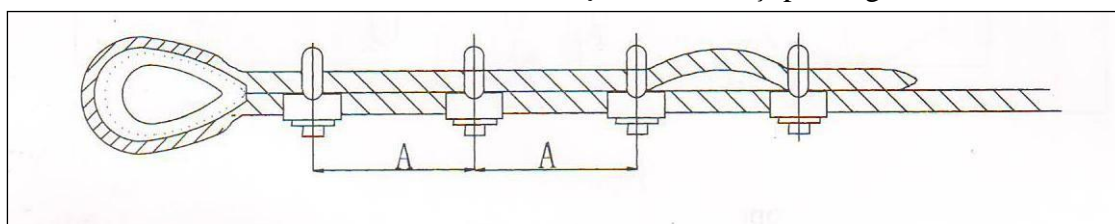

Figura 8
3.6.2. Metoda de fixare la capătul cablului de oțel este conform cu specificațiile din GB5144-86 (vezi figura 8), bolțul U este fixat pe partea din spate a cablurilor de oțel, iar clema este fixată la secțiunea de lucru a cablurilor de oțel, care nu pot fi invartite Clema de cablu nu poate fi dispusă alternativ pe cablul de oțel, numărul de cleme nu este mai mic de 3, iar spațierea A este aproximativ 60 mm. Strângeți de la inelul de strângere în ordine crescătoare.
4.2.5. Treceți partea deschisă a întinzătorului cu filet fixat pe manșonul de cuplare de pe coloana de suport spate. Treceți un capăt al cablului de oțel (lungime 7 m) în manșonul de cuplare al grinzii frontale și strângeți clema de cablu (direcția este cea din figura 8). Treceți
4.2.6. Strângeți cablul de lucru și cablul de siguranță cu clemele de cablu (direcția este dată în figura 8) și puneți opritorul pe cablul de siguranță în funcție de condițiile de lucru.